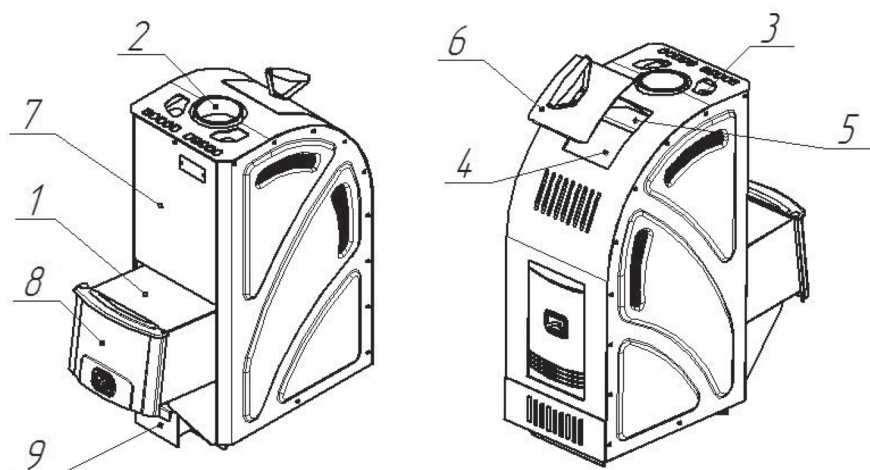

Рисунок 1. Конструкция печи-каменки «Лагуна (2018)»
Дверца печи с укороченным топливным каналом (7) рис. 1б снабжена ручкой с системой запираания.
Панорамная дверца печи (8) рис. 1а и лицевой профиль (10) рис. 1а поставляются отдельно.
Рисунок 1а. Конструкция печи-каменки «Лагуна Панорама (2018)»